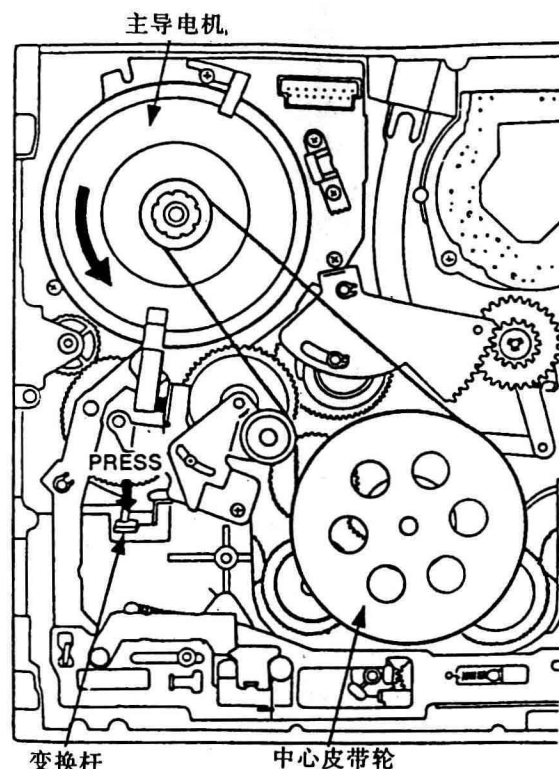
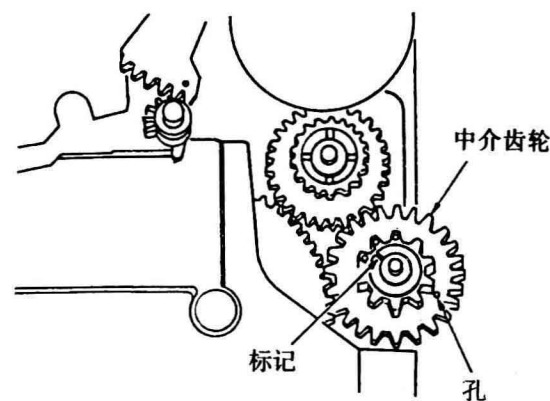

图76
图77
步骤: ①按压变换杆到如图76中箭头所示的位置;
②逆时针旋转主导电机直到机械装置处于完全起弹状态(即机械装置到达最终位置), 并且要保持这个位置;
③要记住中介齿轮上的标记或孔的位置, 如图77所示, 逆时针转动主导电机, 使中介齿轮上的标记或孔正好转一圈, 并保持这个位置;